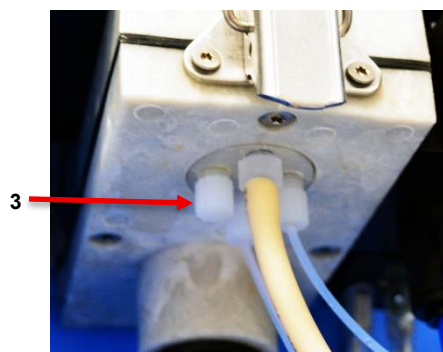

Figura 2
7. Retire un tapón de la entrada libre de la manguera (3) de la cámara de medición (figura 2).